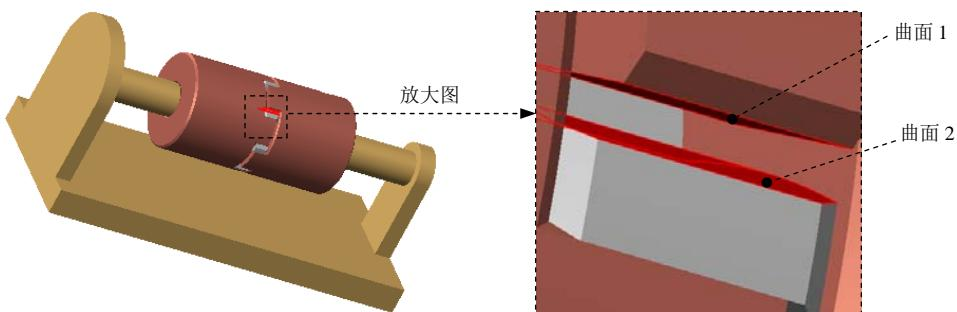

图 7.5.15 选取参考对象
(1) 选择命令。单击 **机构** 功能选项卡 **连接** 区域中的“3D 接触”按钮 ，系统弹出“3D 接触”操控板。
(2) 选取参考对象。按住 Ctrl 键，在机构中依次选取图 7.5.15 所示的曲面 1 和曲面 2 为参考对象。
(3) 单击操控板中的 **√** 按钮，完成连接的创建。